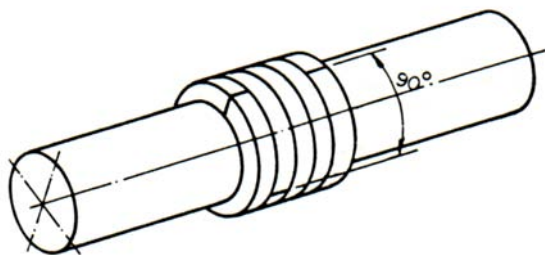

Fig. 28 - Posição dos anéis defasados em 90°
- Proceder a montagem na seqüência inversa da desmontagem, introduzindo cada peça no interior da câmara com o auxílio do aperta gaxeta. Os anéis de gaxeta deverão ser montados com o corte defasado cerca de 90° um em relação ao outro. (Vide Fig. 28).